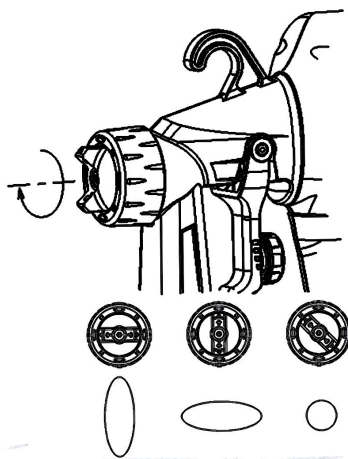

рис. 2
4.3 Форма факела настраивается поворотом распылительной форсунки, как показано на рис.2: